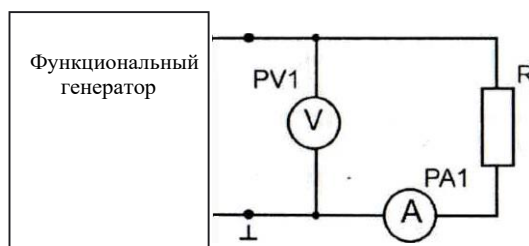

Рисунок 4
- 4.5. Собрать цепь по рис. 4.